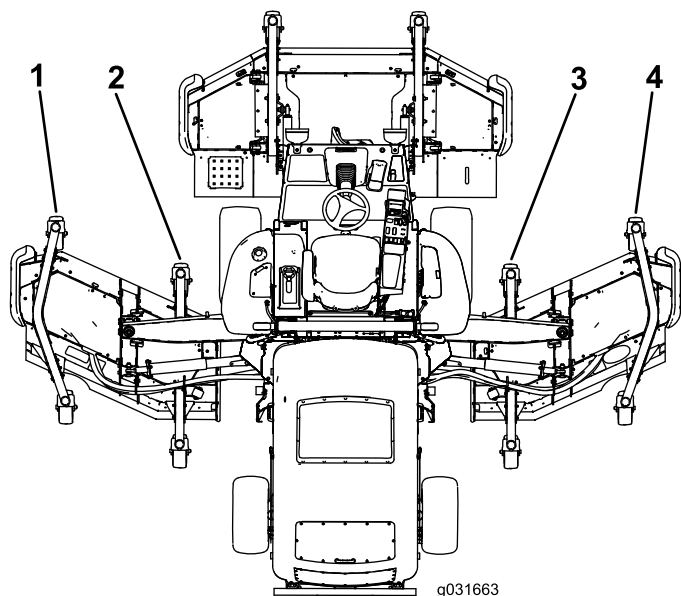

図 29
5. 前Cuttingユニットの外側ブレードの刈高に比べてウイングユニットの内側ブレードの刈高が高すぎる場合には、そのCuttingユニットの前内側キャストアームの下側についているシムを 1 枚抜き取る **図 28**と**図 29**。
6. 内側ブレードの刈高がまだ高すぎる場合には、そのウイングユニットの前内側キャストアームの下側についているシムをもう一枚抜き取り、さらにそのウイングユニットの前外側キャストアームの下側についているシムを1枚抜き取る 図 28 と 図 29。
7. 前カッティングユニットの外側ブレードの刈高に比べてウイングユニットの内側ブレードの刈高が低すぎる場合には、そのカッティングユニットの前内側キャストアームの下側にシム 1/8" を 1 枚追加する 図 28 と 図 29。